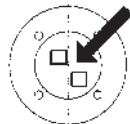

Рис.. 2
Положение нуля – потенциометром, покрытым белым лаком (Рис. 2) При нулевом давлении выходной сигнал может подстраиваться, до +10% шкалы. Под давлением 10% шкалы +/-10%, при этом для исполнений 0...10 В – обычно не ниже 20 мА.
Наклон характеристики – потенциометром, покрытым красным лаком (Рис. 2), подстройка при соответствующем нагружении давлением в пределах +/-10% эффективного выходного сигнала.
- Потенциометром настройки нуля (покрыт белым лаком, Рис. 2) настроить выходной сигнал для нулевого положения.
- Подать требуемое максимальное давление и настроить выходной сигнал потенциометром настройки наклона (покрыт красным лаком, Рис. 2).